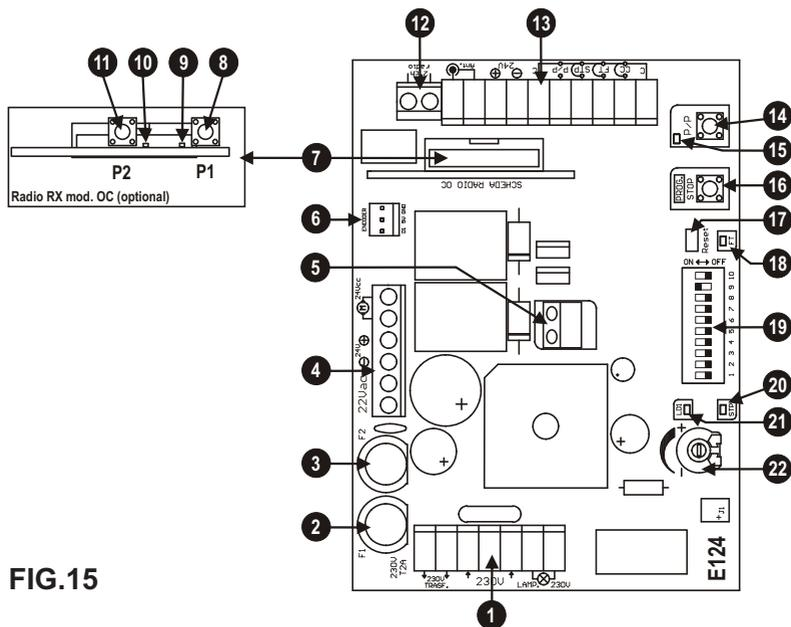

FIG.15
## DESCRIZIONE DELLE PARTI (fig. 15)
Durante la fase di apprendimento si azionerà più volte il tasto P/P ( part. 14 di fig 15), in alternativa si può usare il comando P/P (morsetto 14, fig. 16) oppure il trasmettitore radio memorizzato sul primo canale del ricevitore.
- 2- Tenendo premuto il pulsante PROG effettuare un reset cortocircuitando col cacciavite il jump Reset (part. 17 di fig. 15).
1-Abilitare la funzione rallentamento portando il dip-switch n. 9 in ON (part. 19 di fig. 15).
Le varie opzioni descritte sono selezionabili con il dip-switch funzioni (part. 19 di fig.15).